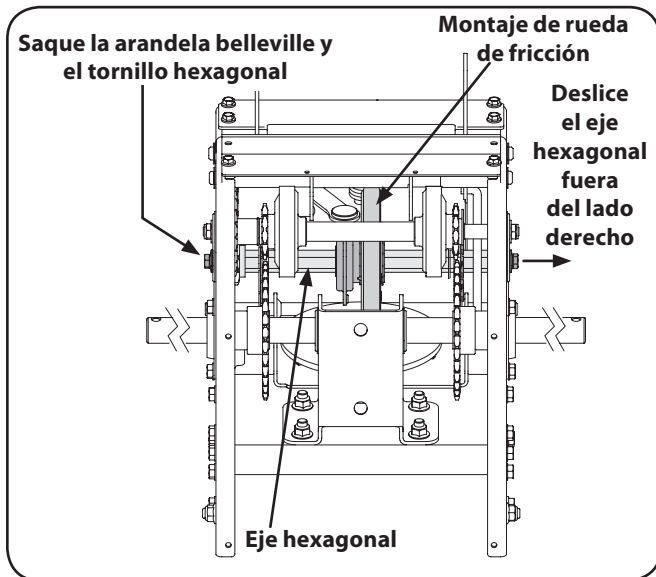

Figura 7-10
4. Con una llave de 3/4" sostenga el eje hexagonal y retire el tornillo hexagonal y la arandela belleville y el cojinete del lado izquierdo del marco. Consulte la Figura 7-10.